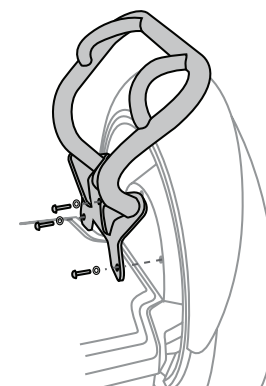

図 2. i2 の下側の荷物フレーム
4. 付属の 28 mm 留め金具 3本に付属の平ワッシャー 3 個を通し、さらに i2 SE の下側の荷物フレームとギアボックスカバーにも通し、ギアボックスに入れて締めます。留め金具を **6.0 N-m (4.4 ft-lbf)** のトルクで締め付けます。図 2 をご覧ください。